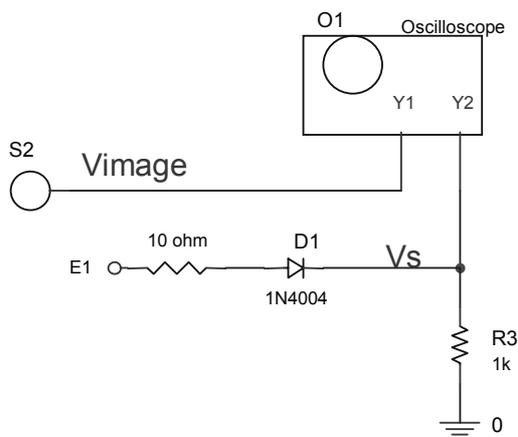

fig.14
La figure 14 est une fonction qui permet de visualiser la différence de potentiel aux bornes (E1, E2) du secondaire du transformateur sans mettre une de ces bornes à la masse et sans disposer d'un Oscilloscope à voies différentielles.
- 1.6.1.1 Réaliser le schéma de la figure 14.